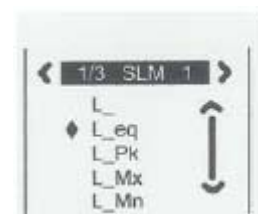

Figura 7-2; Selección de panel
2. Oprima el botón de los anteojos para desplegar el panel de selección. Las mediciones disponibles están en orden en una columna, con la medición seleccionada marcada. En la Figura 7-2, está seleccionado L_eq.
2. Oprime en el botón debajo de los anteojos para desplegar el Panel de Selección (Figura 7-2) La identificación del análisis es desplegada arriba. En la figura está seleccionado el análisis en 1/3 de octava y el MEDIDOR 1.